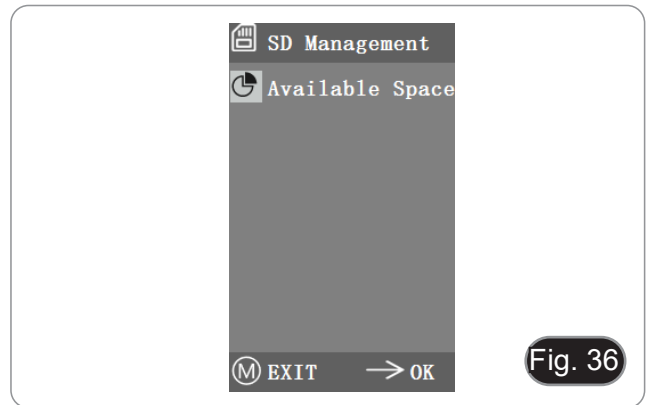

Fig. 36
1. Nach dem Einlegen der SD-Karte werden der verbleibende Speicherplatz und der Gesamtspeicherplatz der SD-Karte unter "Available Space" angezeigt. (Fig. 36)